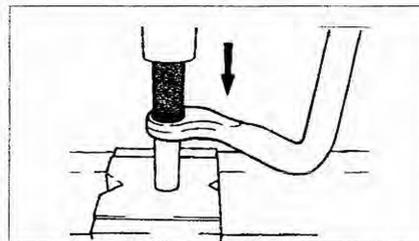

Рис. 5.16. Выпрессуйте втулку из проушины стабилизатора поперечной устойчивости с помощью пробойника.
6. Выпрессуйте втулку из проушины стабилизатора поперечной устойчивости с помощью пробойника (рис. 5.16).